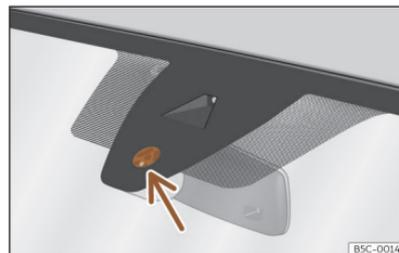

Fig. 83 Surface sensible du détecteur de pluie.
Les possibles causes d'anomalies et d'interprétations erronées *dans la zone de la surface sensible* >>> **fig. 83** du détecteur de pluie peuvent être :
- **Saletés** : la poussière sèche, la cire, le revêtement des glaces (effet lotus) ou les restes de détergent (station de lavage) peuvent réduire l'efficacité du détecteur de pluie, ralentir son temps de réaction ou annuler son fonctionnement. Nettoyez régulièrement la surface sensible du détecteur de pluie >>> **fig. 83** (flèche) et vérifiez l'état des balais.